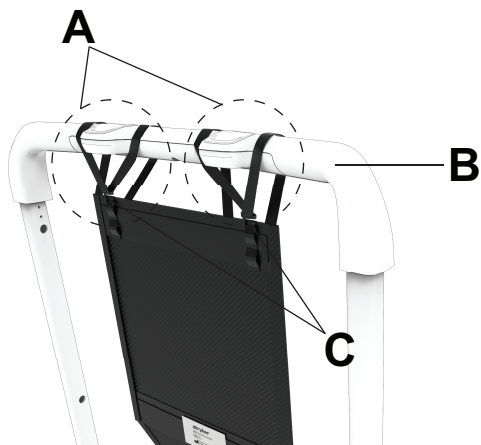

Рисунок 31 – Прикрепите ремни к поручню
2. Оберните левый ремень подголовника (А) вокруг поручня (В) с левой стороны. Ремень должен быть обернут с обеих сторон левой кнопки «ИДТИ». Прикрепите крючок (С) к петле на подголовнике, чтобы зафиксировать ремень, обернутый вокруг поручня (Рисунок 31).